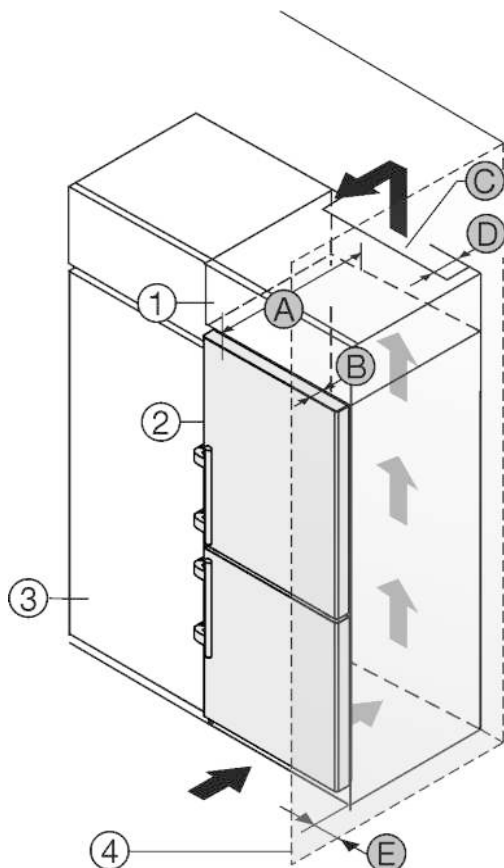

Fig. 27
A készüléket körbe lehet építeni konyhaszekrényekkel. Rá lehet szerelni egy rátétszekrényt Fig. 27 (1), hogy a készüléket Fig. 27 (2) a konyhabútorok magasságához igazítsa.
A készüléket közvetlenül a konyhaszekrény Fig. 27 (3) mellett is felállíthatja. Ahhoz, hogy az ajtókat teljesen ki tudja nyitni, a készüléknek a konyhaszekrény elülső oldalához képest legalább a mélységnek Fig. 27 (B) megfelelően ki kell állnia. A konyhaszekrények mélységétől és a fali távolságtartók használatától függően a készülék nagyobb mértékben is kiállhat.
- A rátétszekrény hátoldalán egy mélységű Fig. 27 (D) szellőző aknákat kell a rátétszekrény teljes szélességében kialakítani.
- A mennyezett alatt be kell tartani a szellőző keresztmetszetet Fig. 27 (C).
Mikor a készüléket a csuklópántokkal egy fal Fig. 27 (4) mellett állítja fel, akkor a készülék és a fal közti távolságot Fig. 27 (E) be kell tartani. Ez nyitott ajtó esetén megfelel a fogantyú túlnyúlásának.